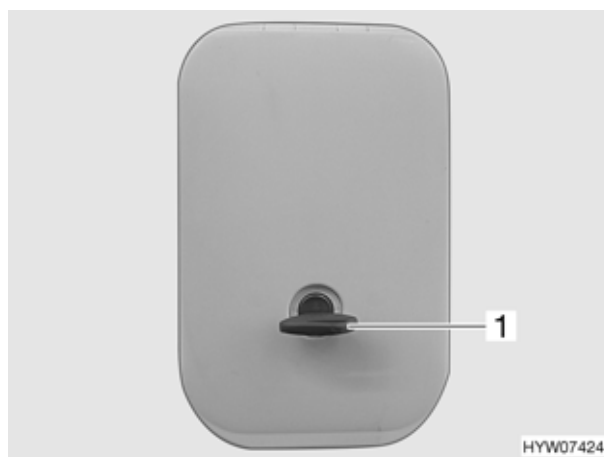

Fig. 33 Serratura dello sportello (variante 5)
- Inserire la chiave nel cilindro della serratura (Fig. 33,1).